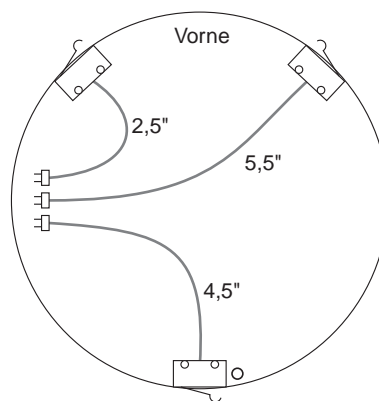

Abbildung 4.8: Position und Ausrichtung der Kollisionssensoren
- Bringen Sie die drei Kollisionsschalter, wie in Abbildung 4.8 gezeigt, auf der Oberseite der Chassis-Platte mit 2-56er Schrauben und Unterlegscheiben an. Ziehen Sie die Schrauben jedoch noch nicht fest an, da die Kollisionsschalter beim Anbringen der Schürze noch ausgerichtet werden müssen.